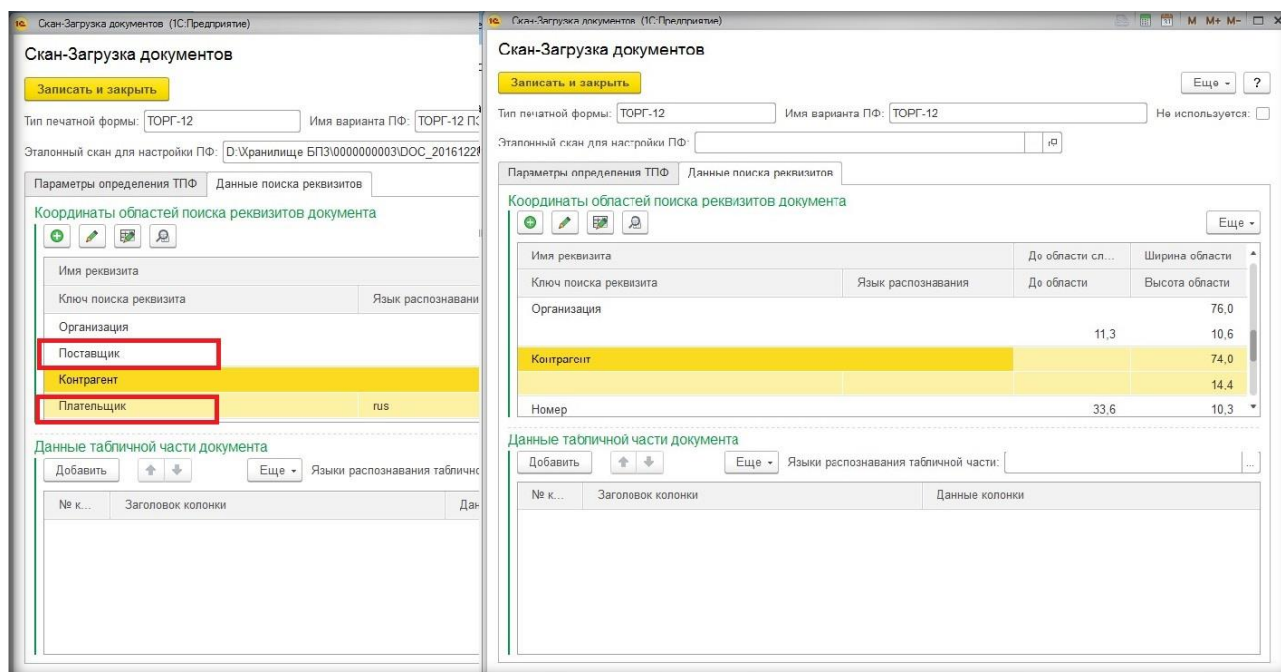

Рис. 74 Области поиска реквизитов, имеющих ключи поиска в объединении не участвуют
- Если для отдельного взятого реквизита дополнительно указан ключ поиска, то область его поиска в объединении не участвует (например, «Организация» (Поставщик) и «Организация» (Рис. 74 Области поиска реквизитов, имеющих ключи поиска в объединении не участвуют)